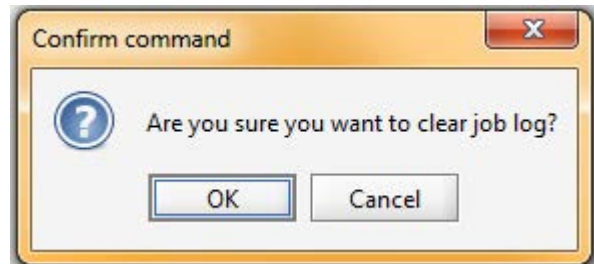

FIG. 30. Rensa jobblogg
**Rensa jobblogg** – raderar jobben från skärmen. Skärmen kommer att be om bekräftelse. Se FIG. 30.